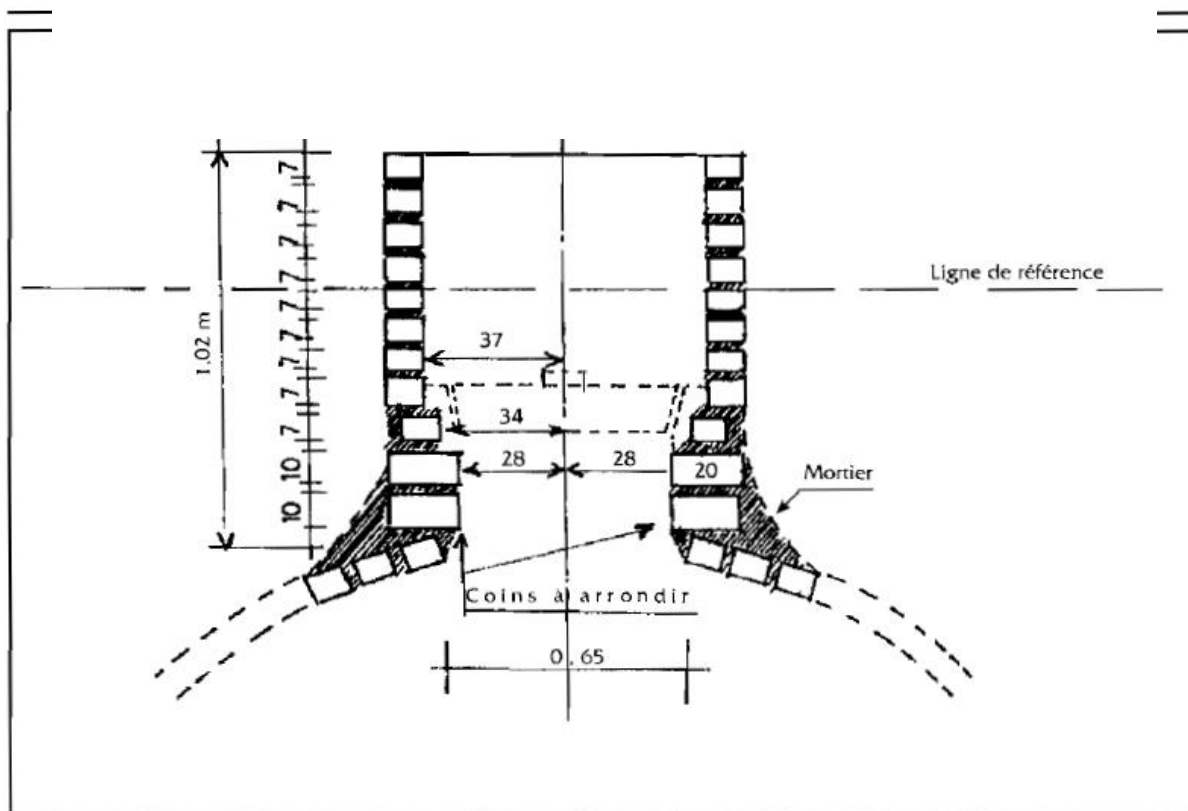

Figure 16 :
5.35/ Un moule est nécessaire pour la fabrication du couvercle du digesteur. Il est fabriqué dans un atelier à partir d'une tôle plane comme dessiné à la FIG. 16. La tôle est courbée et soudée bout à bout (soudures plates I) pour obtenir un moule conique. Deux poignées y sont soudées.